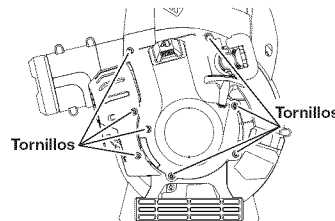

Fig. 20
- Remueva los 8 tornillos de la tapa del motor con la herramienta adecuada (Fig. 20), y luego quite la tapa.
NOTA: Asegúrese de que los tornillos se vuelvan a colocar en los agujeros originales (Fig. 20).